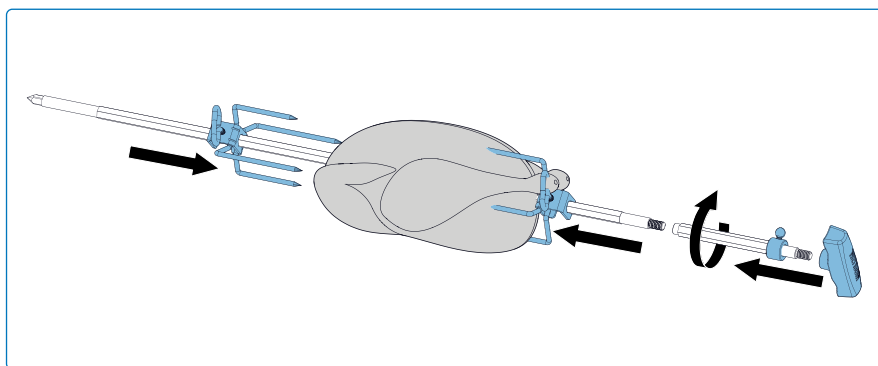

Fig. 4
3. Forbind forlængeren til spidstangen. Skub den første rotisserigaffel lige forbi midten af spyddet og stram den fast. Træk kødet på spidstangen og skub kødet ind i gafflen. Skub den anden rotisserigaffel på den modsatte ende af spyddet og tryk gafflen ind i kødet, indtil den sidder fast. Stram gafflen fast på plads (**Fig. 4**).